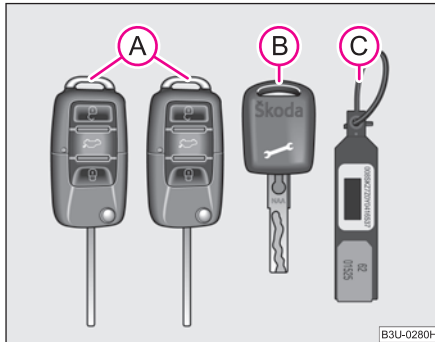

Fig. 18 Setul de chei
Autovehiculul dumneavoastră este livrat cu două chei principale (A) ⇒ fig. 18, o cheie de service (B) și un breloc (C). Cheile principale se potrivesc la toate încuietorile autovehiculului. Cheia de service permite numai deschiderea ușilor și pornirea motorului. Cheia de service servește de ex. la predarea autovehiculului la service sau la un hotel.